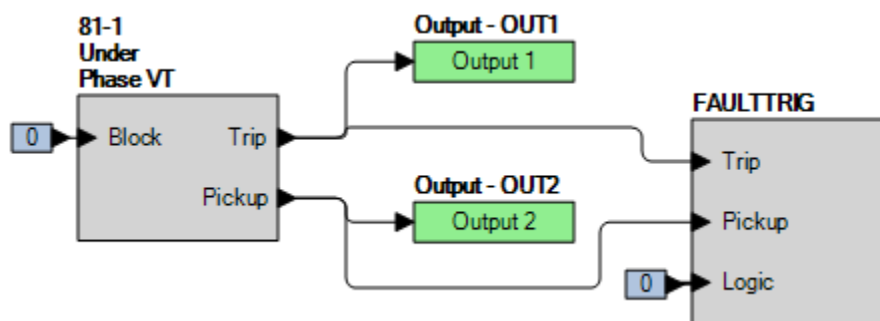

Figure 71-2. Paramètres BESTlogic*Plus* (Sous-fréquence)
Étape 2 : Utilisez BESTCOMS*Plus* pour configurer la Logique programmable BESTlogic*Plus* illustrée dans la Figure 71-2.
Étape 4 : Préparez la surveillance de l'exécution de la fonction 81-1. Cette exécution peut être vérifiée en surveillant la sortie OUT2 (voir Figure 71-2).